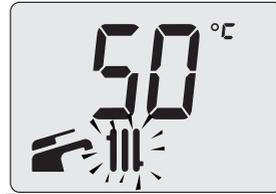

Figura 2.7
- el valor de "consigna" de la temperatura del agua caliente de impulsión de la calefacción y el símbolo  parpadean. El fondo del display aparece iluminado (Figura 2.7).